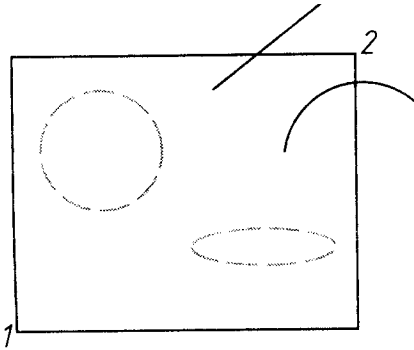

Рис. 2.9
**Auto.** Помістіть квадратний маркер на вільному полі креслення так, щоб він не перетинав жодного об'єкта, і натисніть ліву кнопку миші. Цим ви визначите кут рамки вибору. Переміщуйте мишу вправо, формуючи прямокутну рамку. Натисніть ліву кнопку миші для фіксації другого кута рамки. Усі об'єкти, що повністю потрапили до рамки, стануть виділеними (див. рис. 2.9).
**Crossing Window.** У цьому режимі формується січна рамка, а отже, вибираються всі об'єкти, що повністю потрапили до неї або перетинаються нею (рис. 2.9). Режим активізується введенням літери *c*. Далі, як і в режимі **Window**, потрібно вказати кінцеві точки діагоналі.